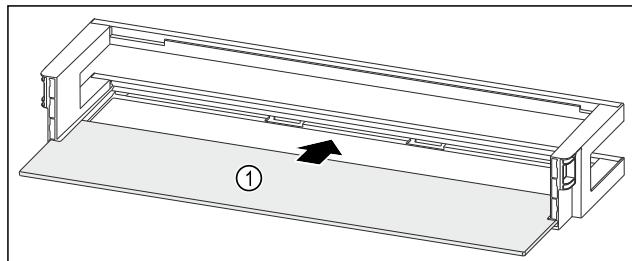

Fig. 95 Odkladací priestor vo dverách s odkladacou plochou
- Zasuňte odkladaciu plochu Fig. 95 (1) do bočných vybraní.